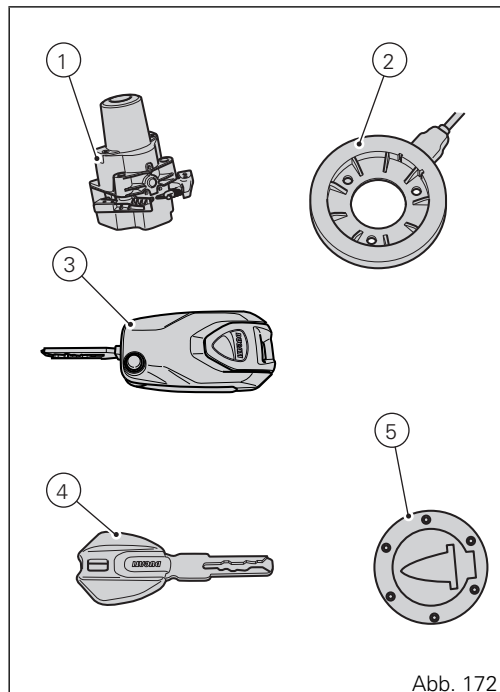

Abb. 172
Der „Hands Free“-Block (1, Abb. 172) ist am vorderen Tankbereich angeordnet. Für den entsprechenden Zugriff muss die Klappe (8) angehoben und entfernt werden.
Das „Key-on“ erfolgt auf das Drücken der Taste (7) am Hands Free-Block (1, Abb. 172) und bei Vorhandensein des aktiven Schlüssels (3, Abb. 177).
Das Key-off erfolgt auf das Drücken der Taste (7) am Hands Free-Block (1, Abb. 172) auch ohne vorhandenen Schlüssel (3, Abb. 177).
Das Key-off erfolgt auf das Drücken der Taste (7) am Hands Free-Block (1, Abb. 172) auch ohne vorhandenen Schlüssel (4, Abb. 177).
Das „Key-on“ erfolgt durch Drücken der Taste (7) am Hands Free-Block (1, Abb. 172) ohne vorhandene Schlüssel (3, Abb. 177) und (4, Abb. 177) bzw. mittels Eingabe des PIN-Codes am Cockpit.